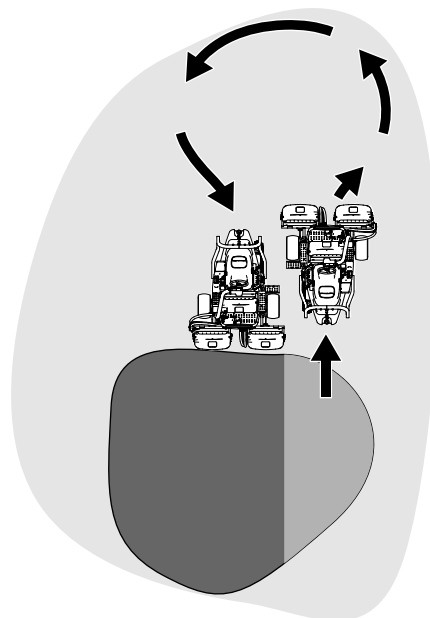

Figura 30
6. Para reduzir o tempo de funcionamento e facilitar o alinhamento para o próximo passo, oriente a máquina momentaneamente para a direção contrária, virando depois a máquina na direção da zona por cortar. Este movimento é uma volta em forma de gota (Figura 30) que alinha rapidamente a máquina para a próxima passagem.